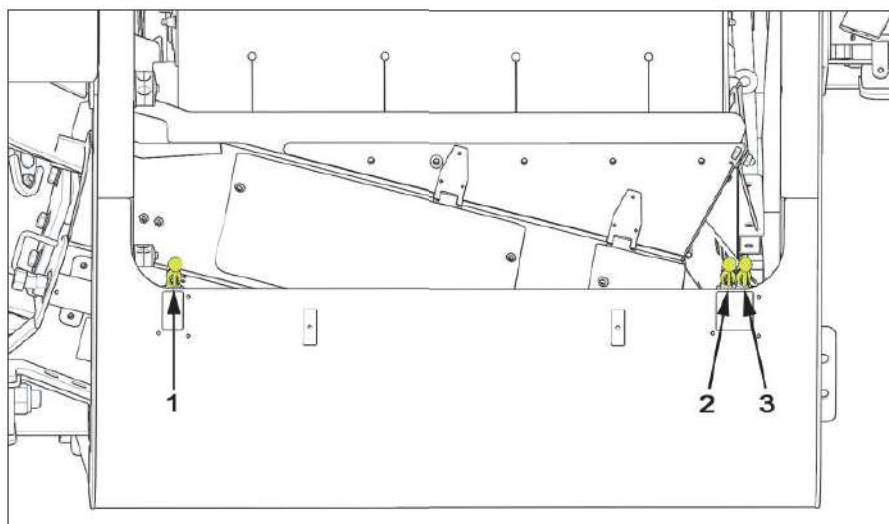
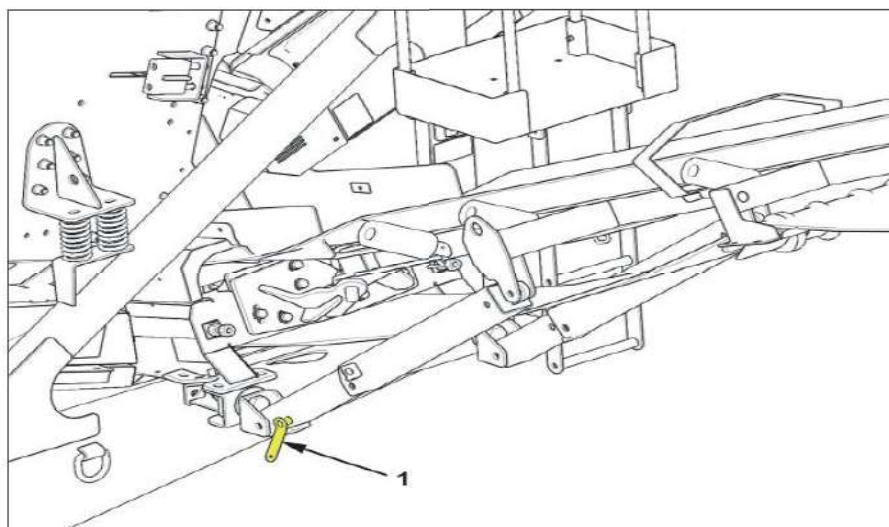
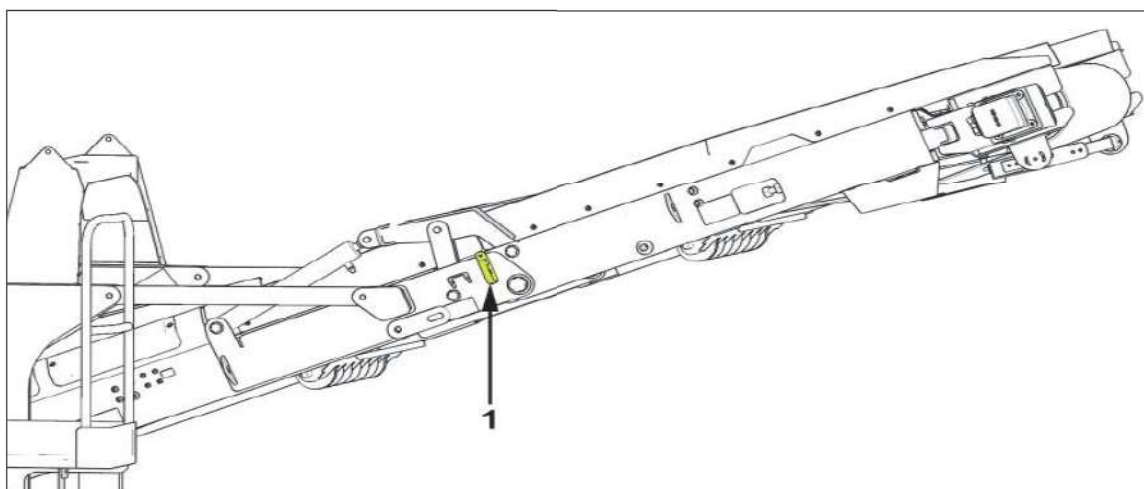

Figure 4.38 - Transportbandhendels
Figure 4.39 - Pennen aan de zijband
Figure 4.40 - Pennen van de eindband
5. Transportband rechts: Met behulp van hendel (1) op afb. 4.38 brengt u het bovenste gedeelte van de transportband aan de rechterkant langzaam omhoog uit de transportbeugel en in de verticale positie. Wanneer dit volledig uitgeklap is in de bedrijfspositie, bevestigt u de pennen voor de zijbanden opnieuw aan de beide steunpoten (1) op afb. 4.39.
6. Eindband: met behulp van hendel (2) op afb. 4.38 klappt u de eindband uit en bevestigt u de vergrendelingspennen van de eindband aan weerszijden van de transportband (1) op afb. 4.40, wanneer de machine zich in de bedrijfspositie bevindt.
7. Transportband links: met behulp van hendel (3) op afb. 4.38 brengt u het bovenste gedeelte van de transportband links langzaam omhoog uit de transportbeugel en in de verticale positie. Wanneer dit volledig uitgeklap is in de bedrijfspositie, bevestigt u de pennen voor de zijbanden opnieuw aan de beide steunpoten, op dezelfde manier als voor de transportband rechts, zie (1) op afb. 4.39.